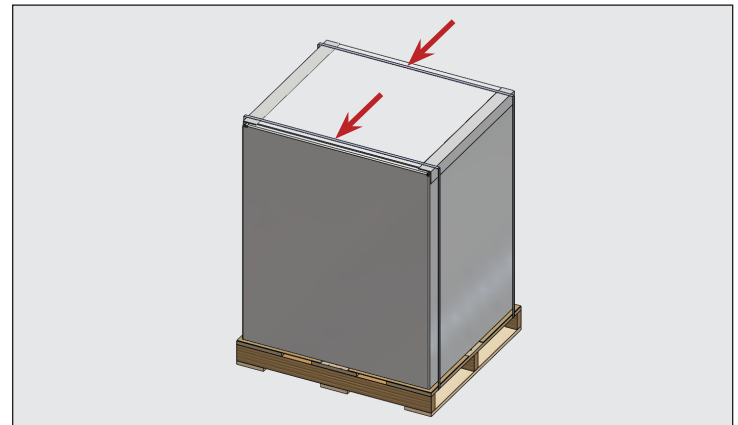

Abb. 1. Verpackter Eisvorratsbehälter. Schneiden Sie die angegebenen Gurte durch.
- Schneiden Sie die Gurte durch. Siehe Abb. 1.